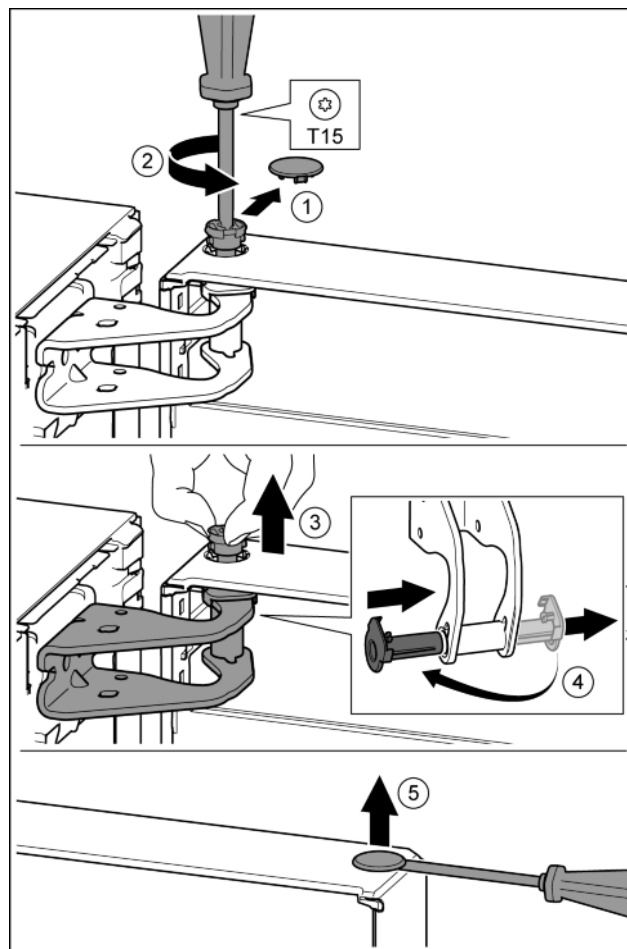

Fig. 11
- ▶ Bezpečnostní kryt opatrně stáhněte. Fig. 11 (1)
- ▶ Šroubovákem T15 o kousek vyšroubujte čep. Fig. 11 (2)
- ▶ Dveře držte a čep vytáhněte prsty. Fig. 11 (3)
- ▶ Vytáhněte ložiskové pouzdro z vedení. Vložte z druhé strany a zaklapněte. Fig. 11 (4)
- ▶ Plochým šroubovákem opatrně nadzvedněte zátku z ložiskového pouzdra dveří a vytáhněte ji. Fig. 11 (5)